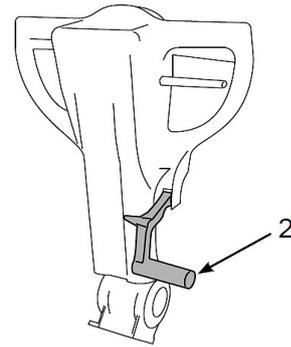

Abb. 32: Absenken der Saugleiste
- Schritt 2: Senken Sie die Saugleiste mithilfe des Hebels (Pos. 2, Abb. 32) ab.
- Schritt 3: Stellen Sie die Saugleiste mit Hilfe des Hebels (Pos. 2, Abb. 32) nach oben um diese vom Boden anzuheben.